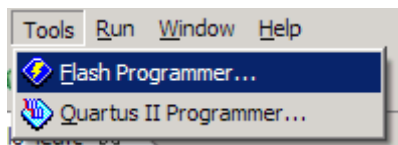

图 9-7 Flash Programmer
18. 打开 Tool -> Flash Programmer。如图 9-7 所示。